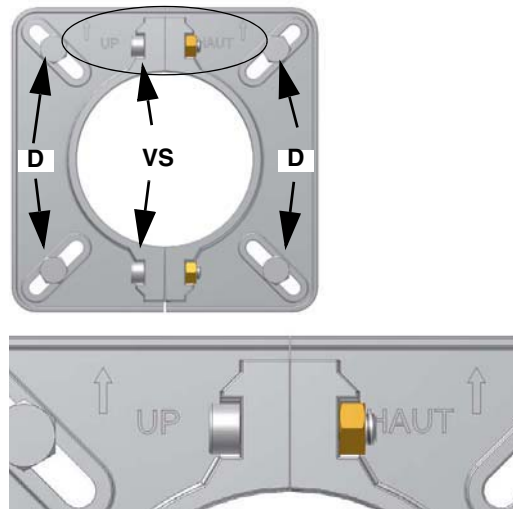

Fig. 4
- 4 Conform cu cele date in Fig. 4, fixati flansa pe prezoanele filetate(sau suruburi) **D**, de pe cazan , fara a le strange complet ;